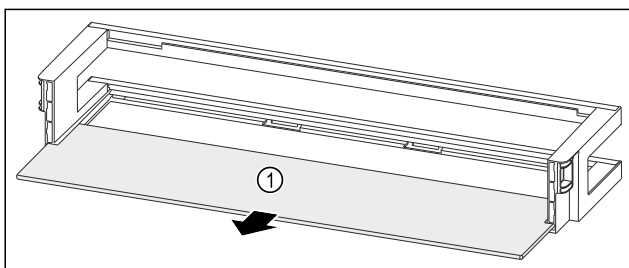

Fig. 126 Deurrek met draagplateau
- Draagplateau Fig. 126 (1) verwijderen.